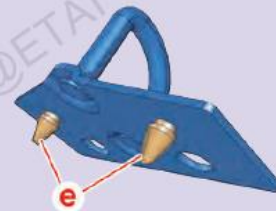

FIG.6
- Si nécessaire, couper les pions (e) pour augmenter l'amplitude du réglage de la gâche (Fig.6).